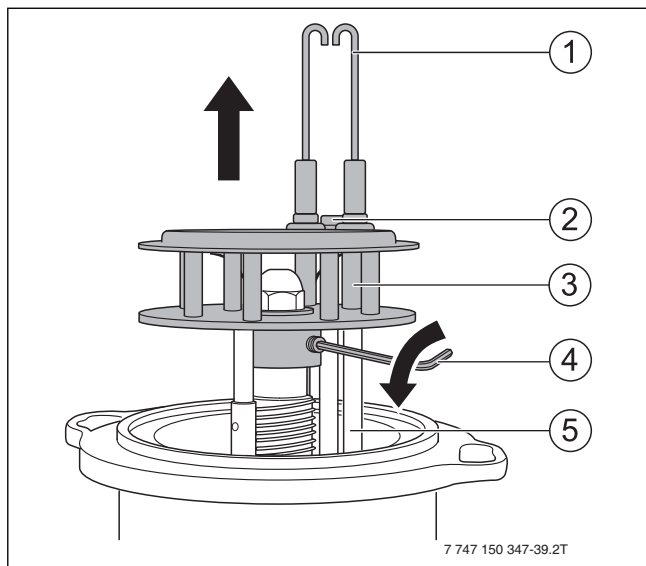

Рис. 36 Демонтаж смесительной системы
- ▶ Отверните винт (рис. 36, [2], стр. 21) между запальными электродами.
- ▶ Демонтируйте запальные электроды (рис. 36, [1], стр. 21).
- Закрепите смесительную систему стопорным винтом (→рис. 36, [4], стр. 21).